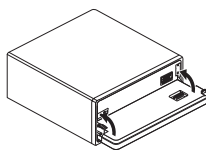

Fig. 12
3. Mueva los sujetadores en las posiciones verticales. (Fig. 12)